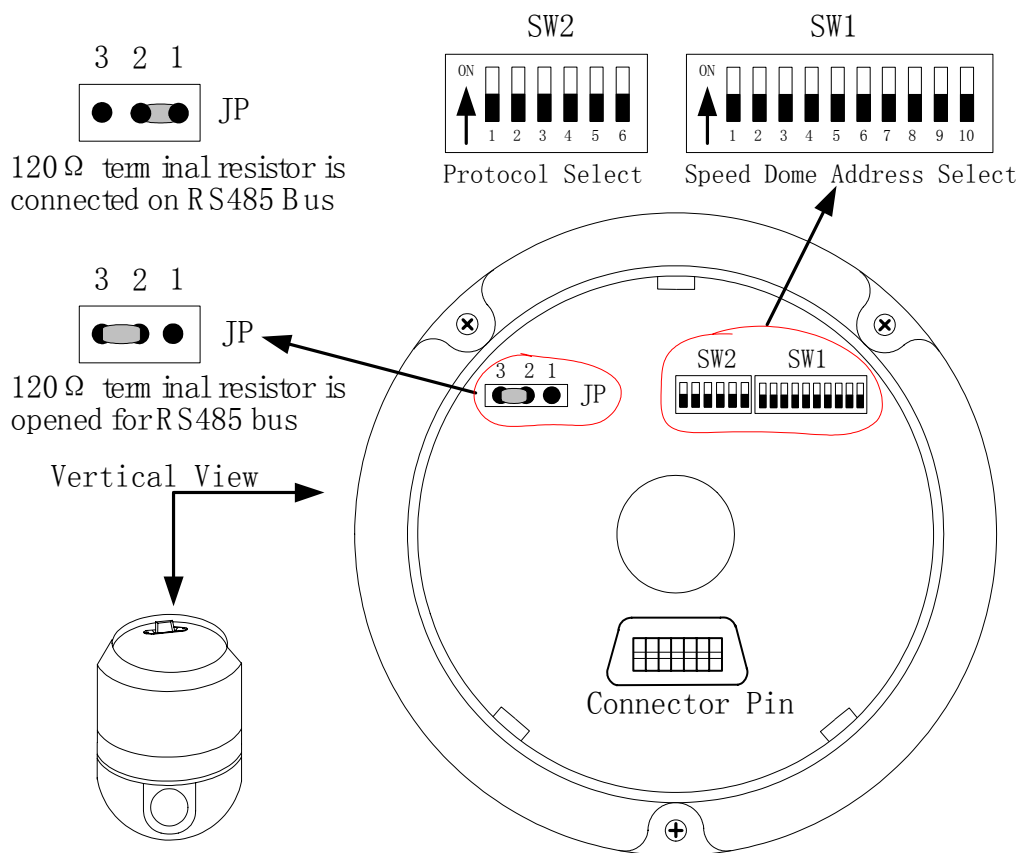

图 2
3. 球机拨码设定。图 2 所示，SW1 设定球机地址球机，球机地址范围 1~1023。从 DIP-10 到 DIP-1 相当于一个 10 位的二进制数。DIP-10 为最高位，DIP-1 为最低位。每一位的“ON”状态
4. 协议和默认波特率选设定。图 2 所示,SW2 设定球机使用的通信协议和波特率。SW2 的 DIP-4 到 DIP-1 选择协议,最多可以选择 16 种不同的协议。下面是球机选择协议的拨码表。●表示该协议已集成。○表示该协议暂时空缺
5. 通信波特率的设定。图 2 所示，SW2 设定球机使用的通信协议和波特率。SW2 的 DIP-6、DIP-5 选择通信波特率，最多可以选择 4 种不同的波特率。如果控制器使用的波特率是非标准的，请按照下表将球机使用的波特率调整到于主机一致。
6. 球机端接电阻选择。图 2 所示，JP1 为 RS485 总线 120 欧姆端接电阻选择开关。在 RS485 总线上至多只能有一只最远端距离的球机端接电阻连上，其它所有设备端接电阻必须开路。